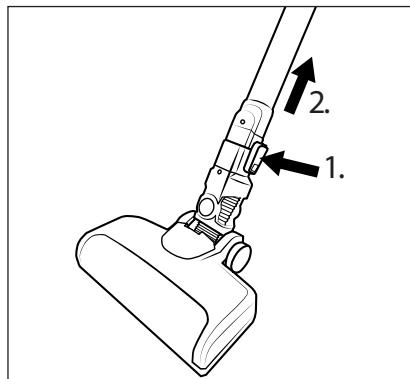

Abb. 12
- ◆ Um die Bodenbürste 21 vom Saugrohr 23 zu entfernen, halten Sie die Bodenbürsten-Entriegelungstaste 22 gedrückt und ziehen Sie das Saugrohr 23 von der Bodenbürste 21 ab (siehe Abb. 12).